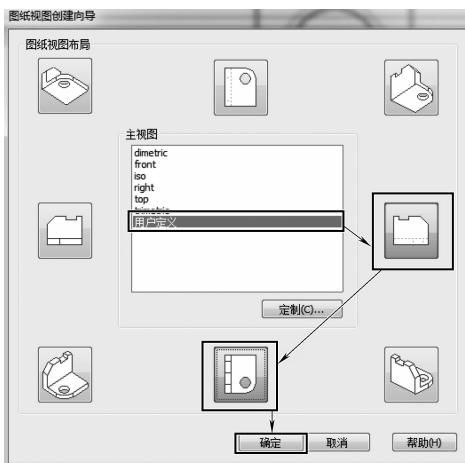

图 9-211 选择所需视图
(4) 在【图纸视图创建向导】中，在【主视图】中选择刚设置的【用户定义】选项，因为本工程图首先需要显示出螺母零件图的三视图，所以再额外选择一个图标和一个图标，再单击【确定】按钮，如图 9-211 所示。